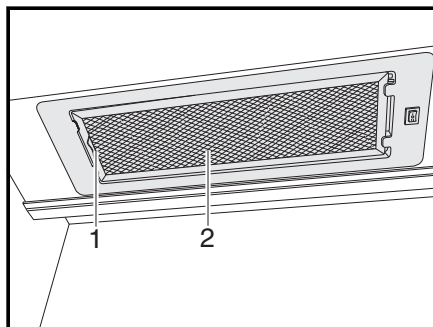

Fig. 166 Campana
- Empujar la palanca (Fig. 166,1) hacia dentro.
- Quitar el filtro (Fig. 166,2) tirando hacia abajo.